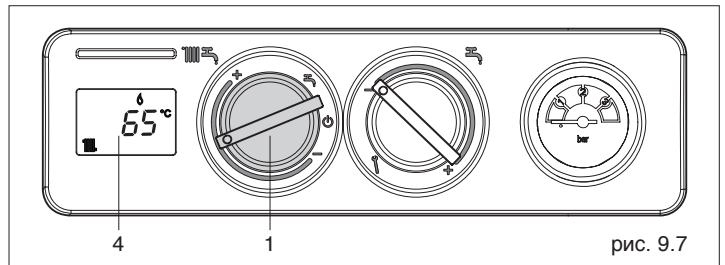

рис. 9.7
- **Режим «Зима»:** установите переключатель режимов работы (1, рис. 9.7) внутри зоны, обозначенной знаками + и - если вы хотите, чтобы котёл работал на отопление и на ГВС. Приоритет будет у функции ГВС. При запросе тепла котёл включится, на дисплее (4, рис. 9.7) отобразится температура воды в контуре отопления, значок работы в режиме отопления  и значок пламени . При запросе на производство горячей воды, на дисплее (4, рис. 9.7) отобразится температура воды в бойлере, значок работы в режиме ГВС  и значок пламени . Если на дисплее появится значок  и код аварии, значит, котёл находится в режиме временной остановки (смотри главу "Режимы работы котла и неисправности").